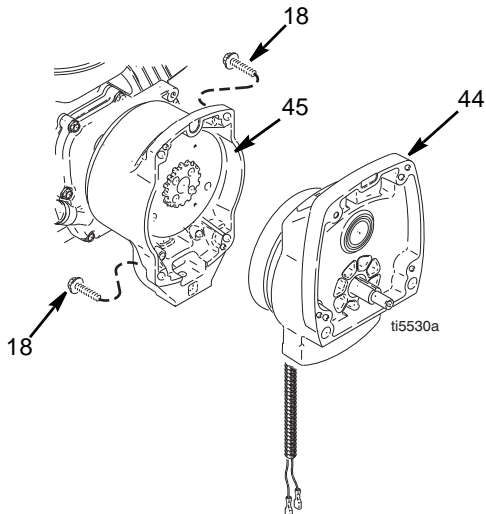
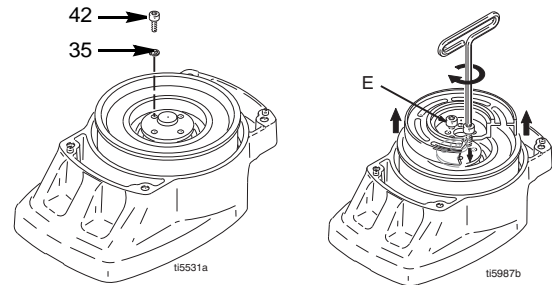

FIG. 4
FIG. 5
4. FIG. 4. Rimuovere le quattro viti (18) e il corpo del pignone (44).
5. FIG. 5. Appoggiare il corpo del pignone (44) sul tavolo di lavoro con il rotore rivolto verso l'alto.
6. Rimuovere le quattro viti (42) e le rondelle (35). Installare le due viti nei fori filettati (E) nel rotore. In
9. FIG. 5. Appoggiare il corpo del pignone sul tavolo di lavoro con il rotore rivolto verso l'alto.
10. Applicare Loctite alle viti. Installare le quattro viti (42) e le controrondelle (35). Serrare alternativamente le viti fino a 14,1 N.m fino a quando il rotore non è fermo. Per mantenere il rotore utilizzare fori filettati.
11. FIG. 4. Installare il corpo del pignone (44) con le quattro viti (18).